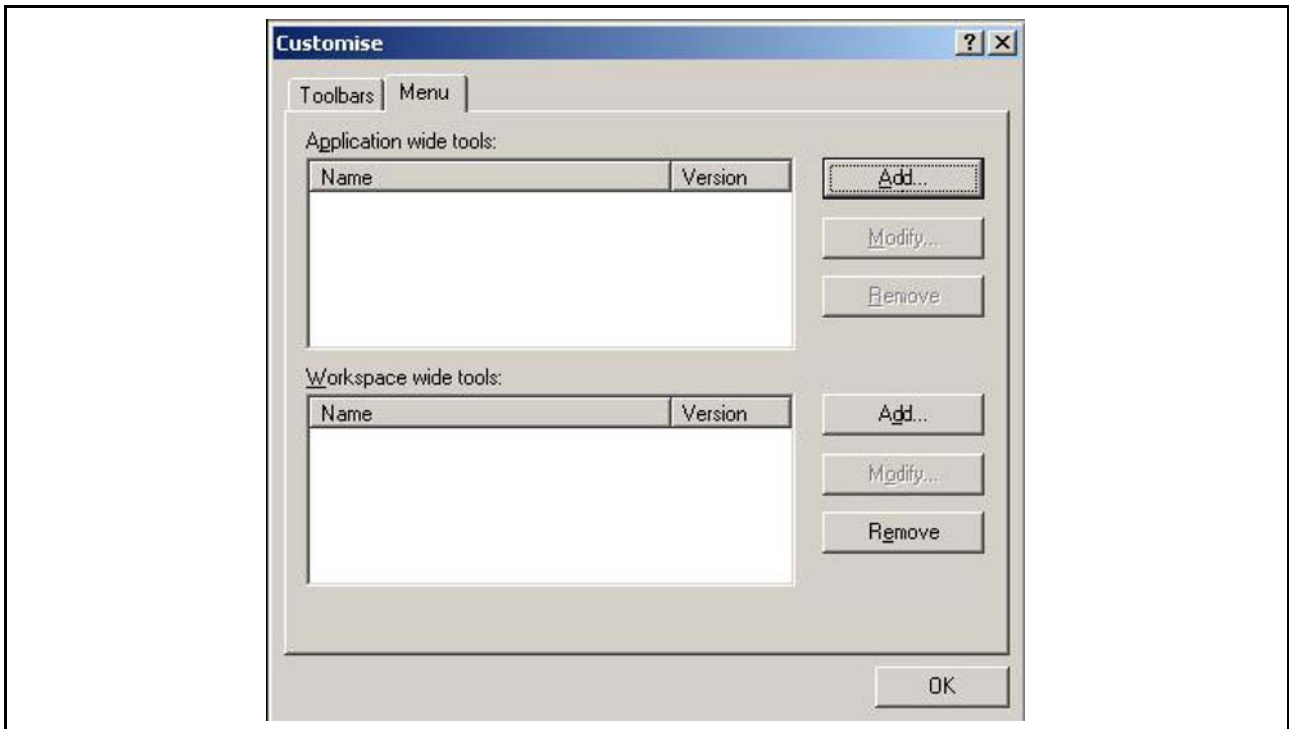

图 8.21 自定义对话框 (菜单选项卡)
4. 选择 [Tools → Customise...], 显示如图 8.21 所示的对话框。然后选择 “Menu” 选项卡。